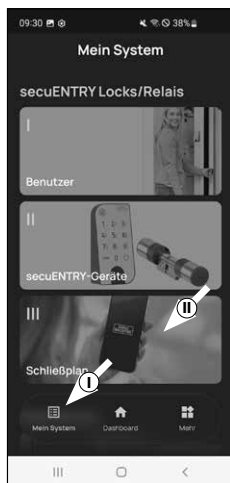

Fig. 1
- 2 Abra el menú «Mi sistema» (I) (Fig. 1)
- 3 Pulse en el tercer apartado del menú III - «Plan de cierre» (II) (Fig. 1).